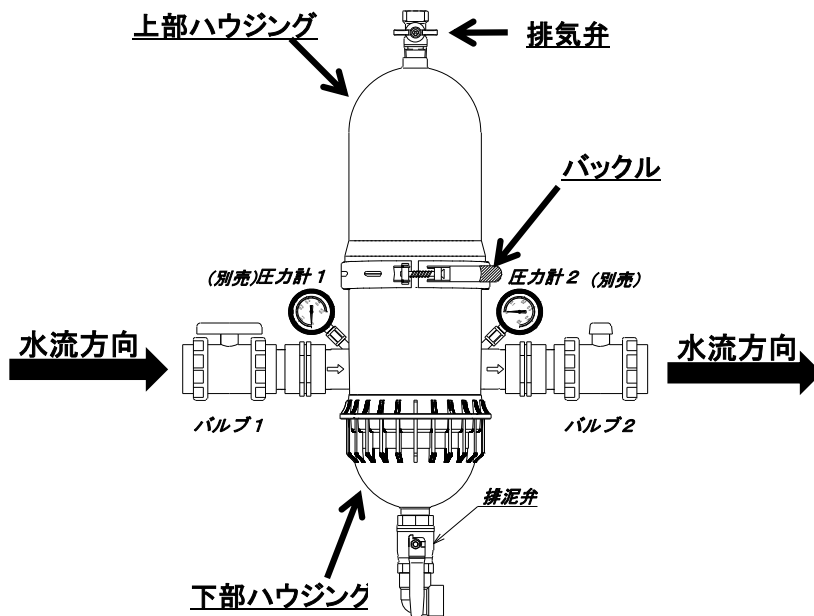

図3. 各部品名称
- 1) 排气弁と排泥弁を開け、バルブ2を閉じてください。(図3)